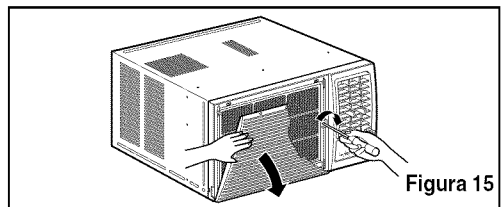

Figura 15
3. Levante la parrilla de entrada y ajústela con tornillos Tipo A, através de la parrilla frontal. (Ver Figura 15)